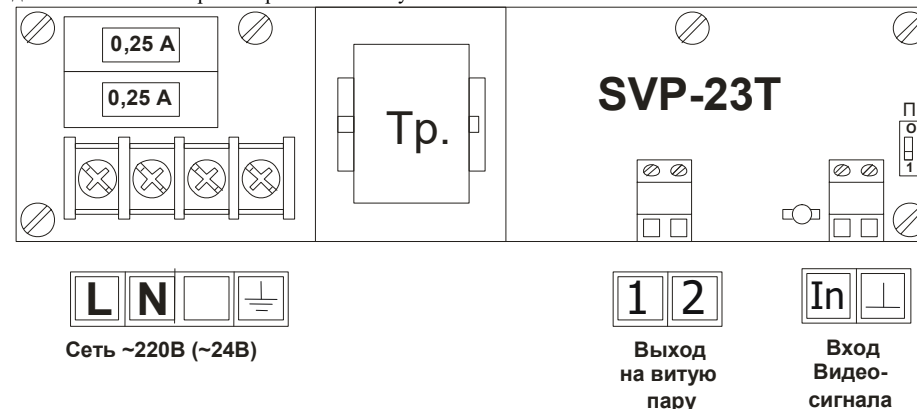

Рис. 1. Схема подключения и расположения органов регулировки SVP-23T/220.
-подключите кабель от источника на вход видеосигнала (Рис.1) с соблюдением полярности;
Схема подключения и расположения органов регулировки SVP-23T/220 приведена на Рис.1.